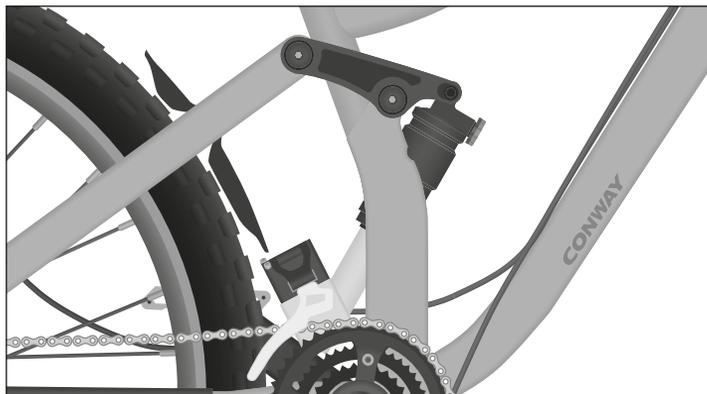

Abb.: H-12 Der Hinterbau-Rahmendämpfer ist unterhalb des Sattels am Rahmen montiert.
- Prüfen Sie, ob Ihr Fahrrad mit einem Hinterbau-Rahmendämpfer ausgestattet ist (siehe *Abb.: H-12* und Kapitel „Fahrradpass“).